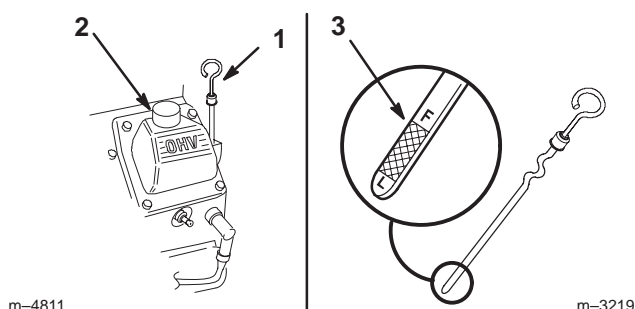

Figure 36
3. Nettoyez la surface autour de la jauge d'huile (Fig. 36) pour éviter que des impuretés ne s'introduisent dans le goulot de remplissage, ce qui risquerait d'endommager le moteur.
4. Sortez la jauge d'huile et essuyez soigneusement l'extrémité métallique (Fig. 36).
5. Enfoncez la jauge complètement dans le goulot de remplissage. Sortez de nouveau la jauge et examinez l'extrémité métallique (Fig. 36). Si le niveau est bas, versez lentement juste assez d'huile dans le goulot de remplissage pour amener le niveau au repère du plein (F).
5. Versez lentement environ 80% de la quantité d'huile spécifiée dans le goulot de remplissage (Fig. 36) (voir Vidange de l'huile moteur et remplacement du filtre, page 34).